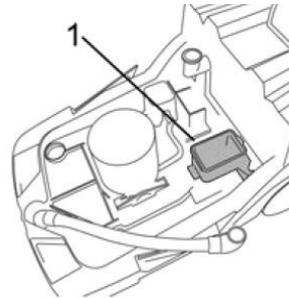

Abb. 23: Ventilkammer reinigen
- Die Kammer des Ventils kann nun gereinigt werden (Abb. 23). Entfernen Sie eventuelle Verkrustungen und spülen Sie sauberes Wasser nach. Wischen Sie die Dichtungen des Deckels mit einem weichen Tuch ab